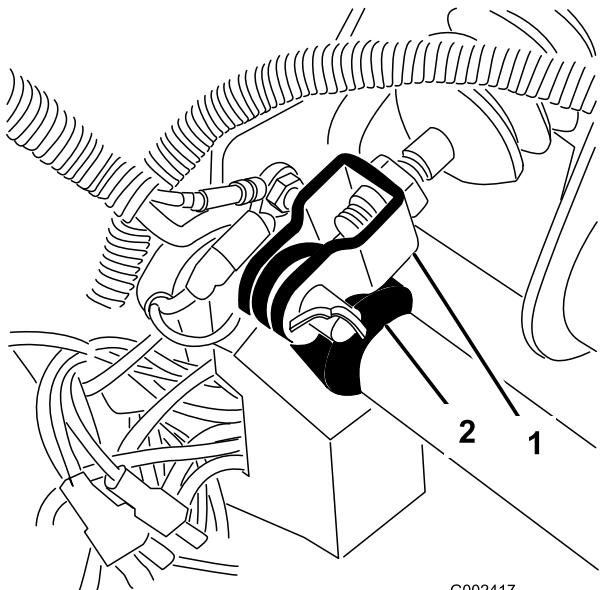

Figura 64
1. Retire o contrapino e o passador de forquilha que fixam a culatra do cilindro principal ao ponto de articulação do pedal de travão (Figura 64).